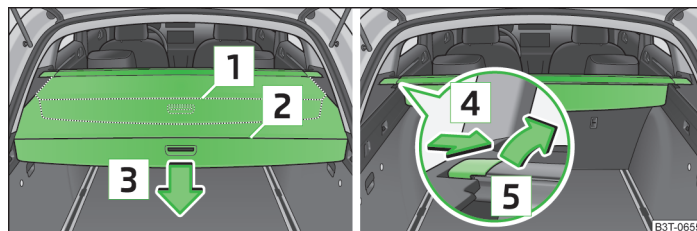

Fig. 87 Cubierta enrollable del maletero: extraer y enrollar / sacar
- Tirar de la cubierta enrollable del maletero hasta el tope en la posición asegurada **2** » fig. 87.
- Presionar la cubierta en la zona del tirador en el sentido de la flecha **3** » fig. 87; la cubierta se enrollará automáticamente en la posición **1**.
- Presionar en el lado de la barra transversal en la dirección de la flecha **4** » fig. 87 y sacar la cubierta realizando un movimiento en la dirección de la flecha **5**.
La cubierta enrollable del maletero se enrolla automáticamente en la posición **1** en » fig. 87 de la página 95.